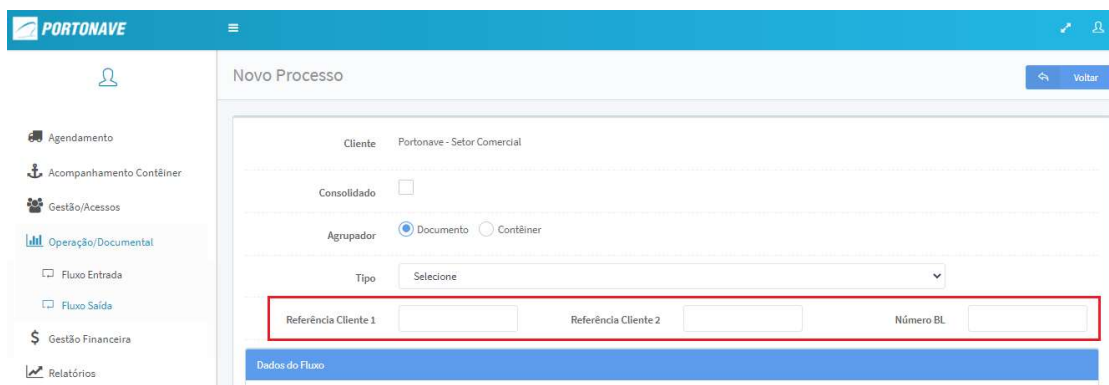

Figura 06 – Tela Informações do Processo.
- 5- Os campos **Referência Cliente 1 e 2** e **Número BL** são opcionais. Contudo, as informações inseridas nestes campos são disponibilizadas no arquivo da nota fiscal enviado ao cliente/despachante com o intuito de auxiliar a vincular o número de referência/código do cliente ao faturamento enviado pelo Terminal (**Figura 06**);